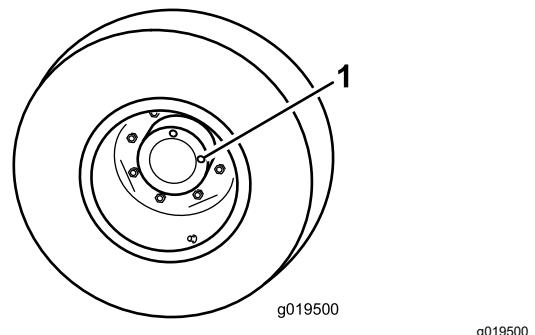

Рисунок 102
1. Поставив машину на ровную поверхность, расположите колесо так, чтобы одна контрольная пробка находилась в положении «12 часов», а вторая — в положении «3 часа» (Рисунок 102).
2. Снимите пробку, находящуюся в положении «3 часа» (Рисунок 102).